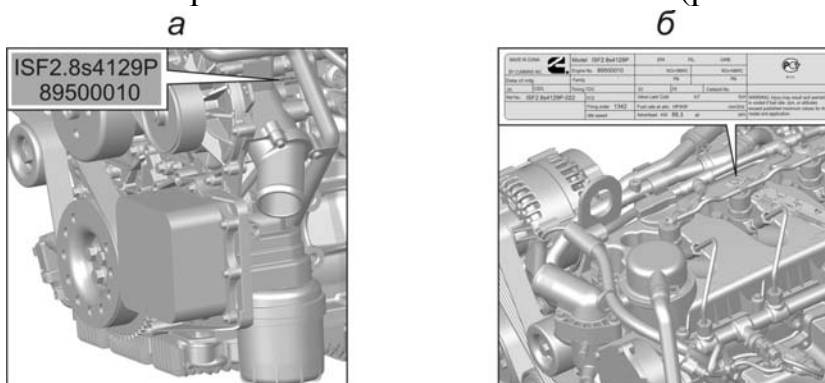

Рис. 1.4. Место нанесения идентификационного номера двигателя
1.4. Идентификационный номер двигателя выбит на блоке цилиндров с левой стороны (рис. 1.4а), а также продублирован на заводской табличке (рис. 1.5), расположенной на крышке клапанного механизма (рис. 1.4б).